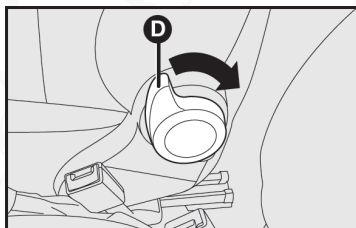

fig. 5
**Ajuste del respaldo - fig. 5**
Para inclinar completamente el respaldo para ajustar adecuadamente la inclinación, gire el dispositivo específico D-fig. 5 hacia atrás, y manténgalo así hasta encontrar la posición deseada.